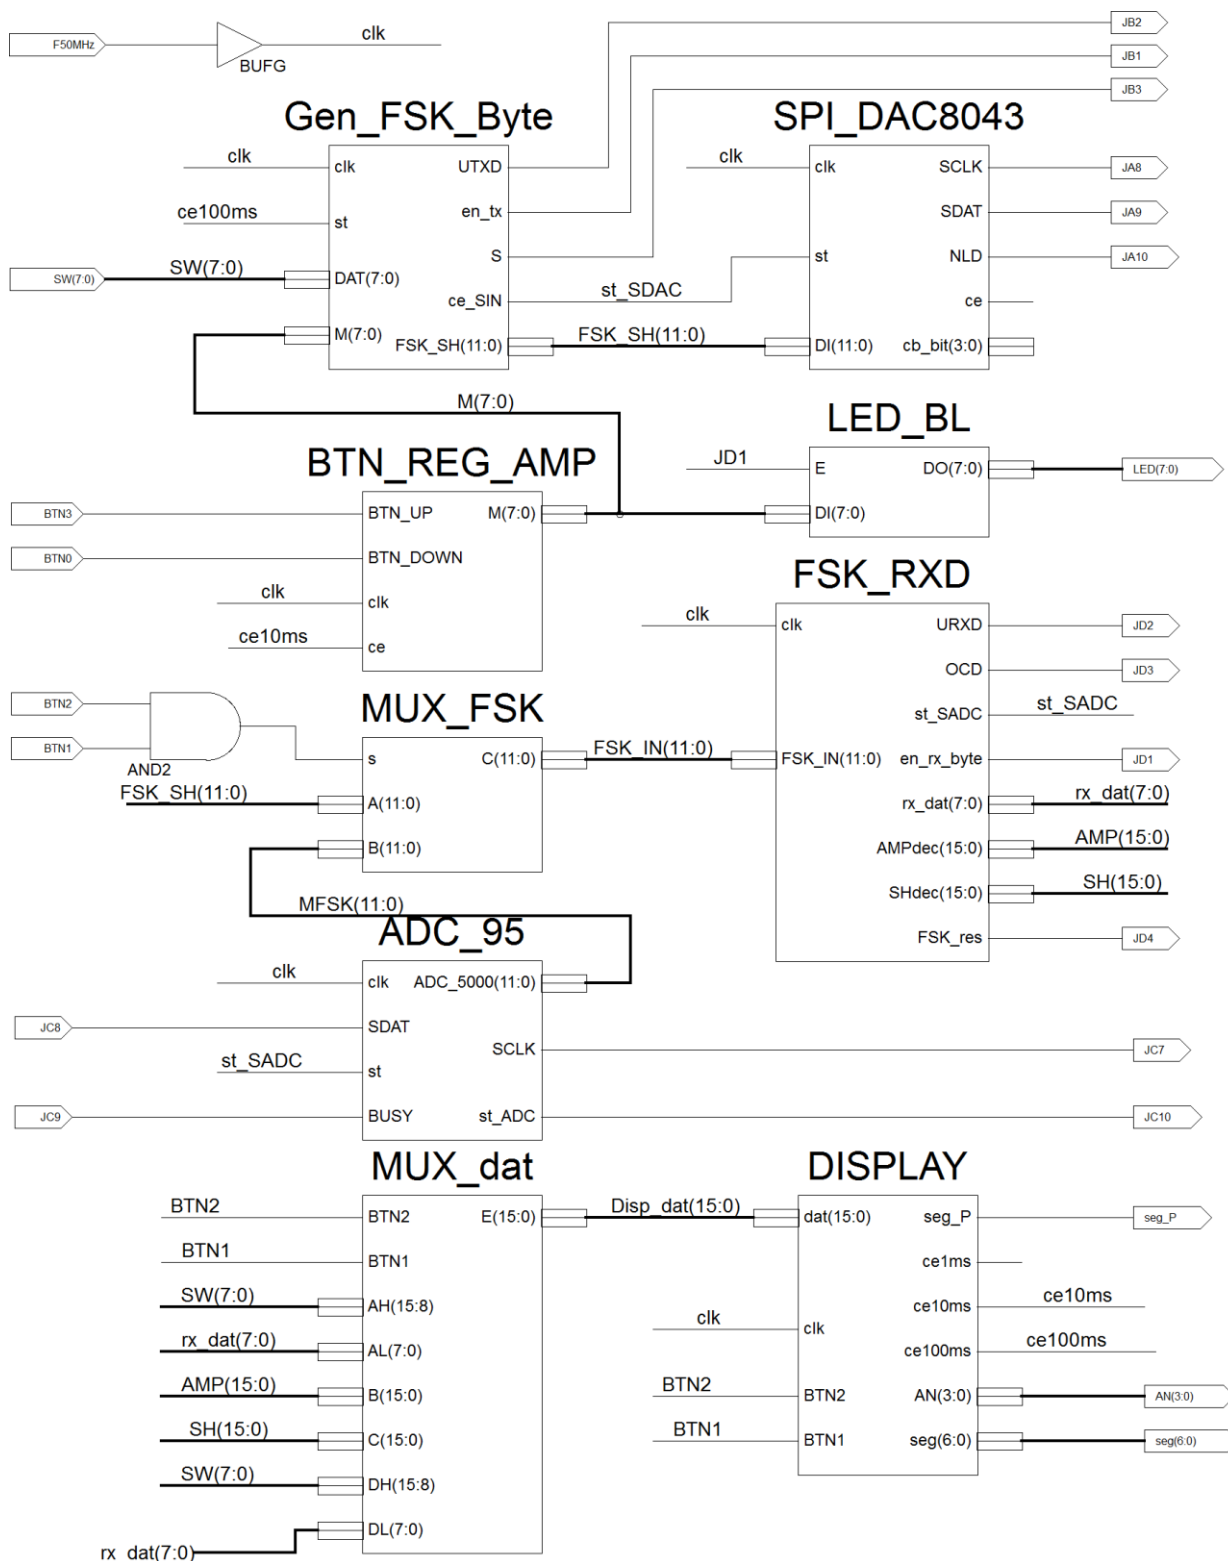

Рис. 3 Схема лабораторной работы S\_Sch\_Lab414\_N95
Для схемы **S\_Sch\_Lab414\_NS** (рис.3) дополнительно создать модули и символы:
**5.1** Создать лист схемы **S\_Sch\_Lab414\_N95** (New Source - Schematic). Из созданных символов составить схему рис.3. Выполнить синтез (Synthesize - XST), исправить ошибки.